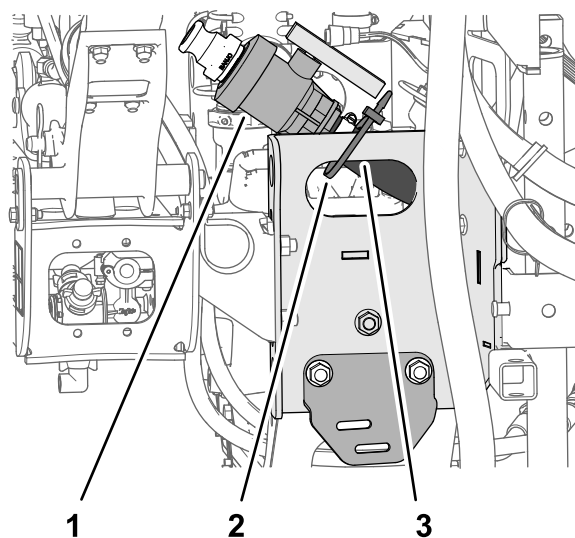

Figure 13
1. Enlevez le serre-câble qui retient le robinet de vidange et le flexible de la cuve de pulvérisation sur le profilé du patin (Figure 13).